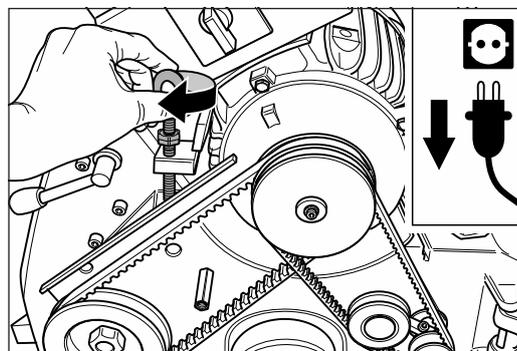

Abb. 40 Die beiden Keilriemen auflegen und mit der Spannschraube am Motor spannen.
- 7 Legen Sie die Keilriemen auf die Keilriemenscheiben auf und drehen Sie die Spannschraube am Motor im Uhrzeigersinn (Abb. 40). Dadurch werden die Keilriemen gespannt.